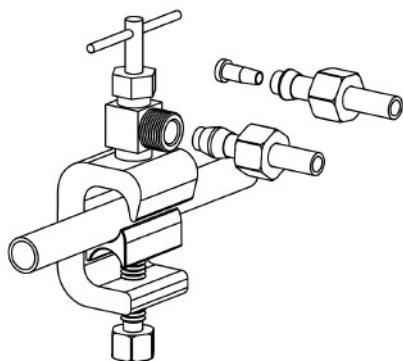

Fig. 13 Självperforerande råvattenanslutning (KF-INS-6) för kopparrör
3. Nu är det dags för rörperforeringen. Vrid långsamt och försiktigt på ventilhandtaget flera varv medurs tills det bottnar. Ledningen är nu perforerad och ventilen är stängd. Anslut den orange färgade slangen till den just installerade råvattenanslutningen (se fig. 13) och tryck in den fria änden av slangen i den orangefärgade anslutningen på vattenrenaren CLEONE®. Försäkra dig om att vattenrenaren är avslagen (strömbrytare är i läge "O").
När adaptorn är på plats linda 3-4 varv gängtejp på ventilgången (ventilen ingår i anslutningssatsen). Skruva in ventilen i sidoanslutningen av adaptorn. Drag åt ventilen för hand. Anslut den orangefärgade slangen till den just installerade råvattenanslutningen (se fig. 13) tryck in den fria änden av slangen i den orangefärgade anslutningen på vattenrenaren CLEONE®. Försäkra dig om att vattenrenaren är avslagen (strömbrytare är i läge "O"). Stäng ventilen genom att vrida handtaget i 90°-vinkel mot riktningen på vattenströmmen.